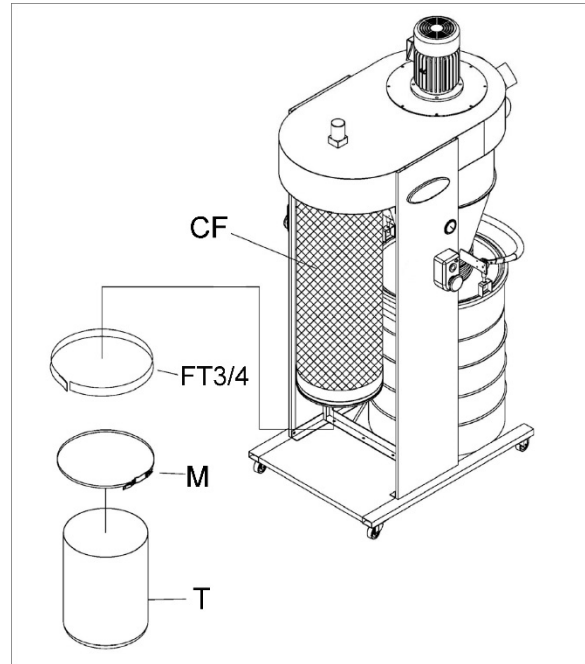

Figura 12
21. Aplique una tira de cinta de espuma (FT3/4, Figura 12) de 3/4 pulg de ancho en el extremo inferior del filtro del cartucho, justo por encima del labio.
22. Instale la bolsa colectora de cartucho (T) debajo del filtro de cartucho y sujete con abrazadera de bolsa (M).